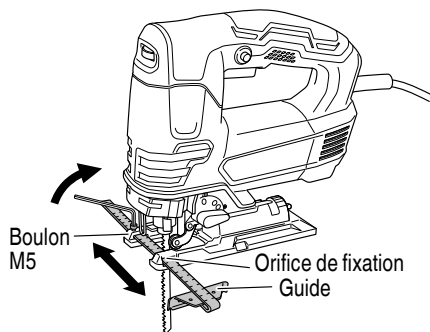

Fig. 13
- (3) Fixer le guide en le faisant passer dans l'orifice de fixation de la base et serrer le boulon M5. (Fig. 13)